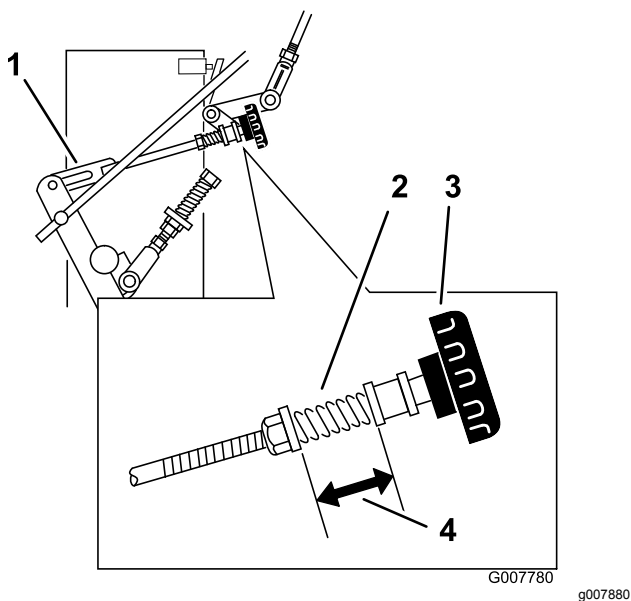

Рисунок 38
3. Отрегулируйте правый боковой рычажный механизм, поворачивая ручку быстрой настройки тяги против часовой стрелки до тех пор, пока колесо не начнет вращаться вперед (Рисунок 38).
4. Поворачивайте ручку по часовой стрелке на 1/4 оборота за раз. Затем переведите рычаг управления скоростью вперед и назад в НЕЙТРАЛЬНОЕ положение. Повторяйте это действие до тех пор, пока правое колесо не прекратит вращаться вперед (Рисунок 38).
6. Регулировка пружины, поддерживающей упругость ручки при нажатии, как правило, не требуется. Но если регулировка необходима, установите длину пружины между шайбами равной 26 мм (Рисунок 38).
7. Отрегулируйте длину пружины, повернув гайку в передней части пружины (Рисунок 38).